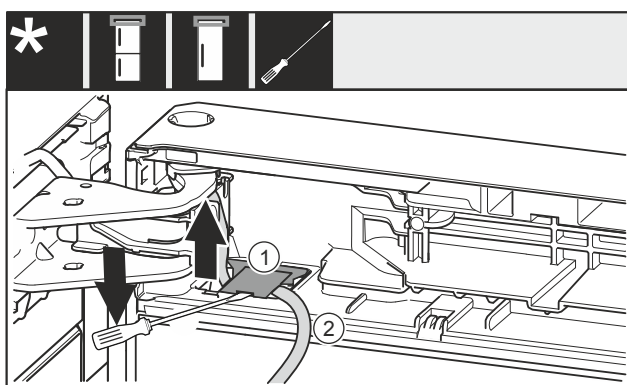

Fig. 21
- ▶ Odvijačem s ravnom glavom podignite poklopac Fig. 21 (1) i izvucite ga.
- ▶ Izvucite kabel Fig. 21 (2).